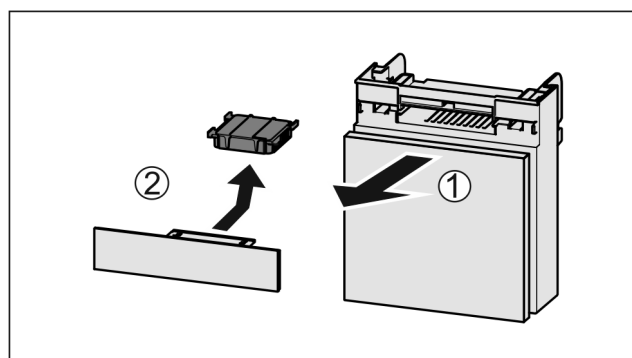

Fig. 155
- ▶ Вытянуть Fig. 155 (1) отделение движением вперед.
- ▶ Извлечение Fig. 155 (2) фильтра с активированным углем.